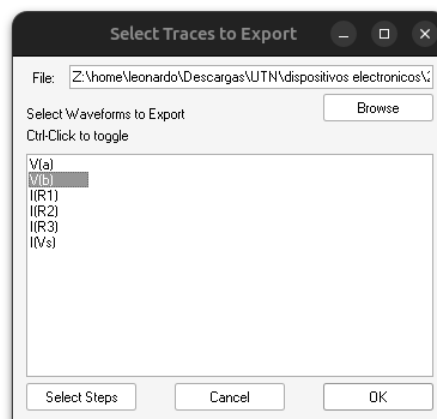

Figura 10: exportar valores de simulación.
6. Finalmente desde la ventana de simulación ir a **File** → **Export**, se abrirá una ventana emergente (figura 10) . Seleccionar las tensiones y corriente en $R2$ y **Ok**. El formato del archivo exportado es **.txt** y puede abrirlo con cualquier editor de texto para visualizar los valores numéricos de dicha simulación paramétrica.